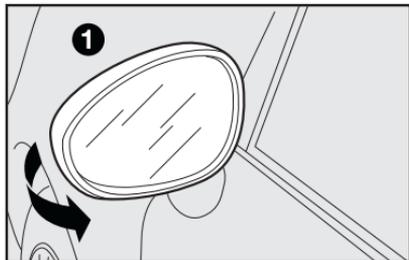

fig. 20
**Durante a marcha os espelhos devem estar sempre na posição 1-fig. 20.**